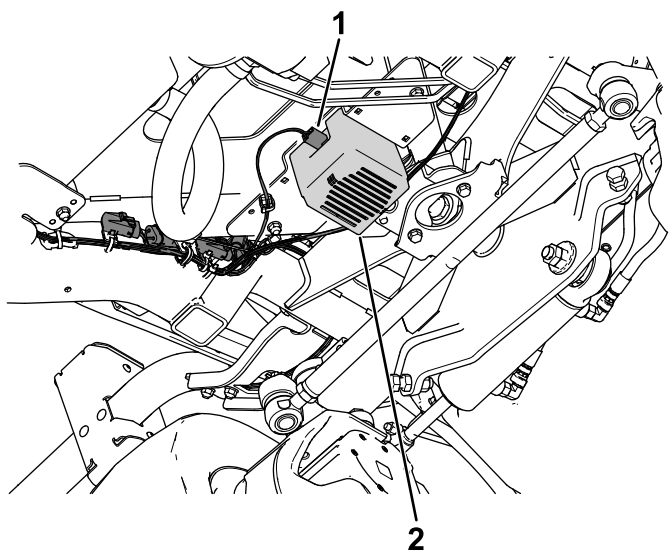

Figura 29
5. Encaminhe o conector de cablagem rotulado com HORN (P13) para a buzina. Ligue a cablagem à buzina (Figura 29).